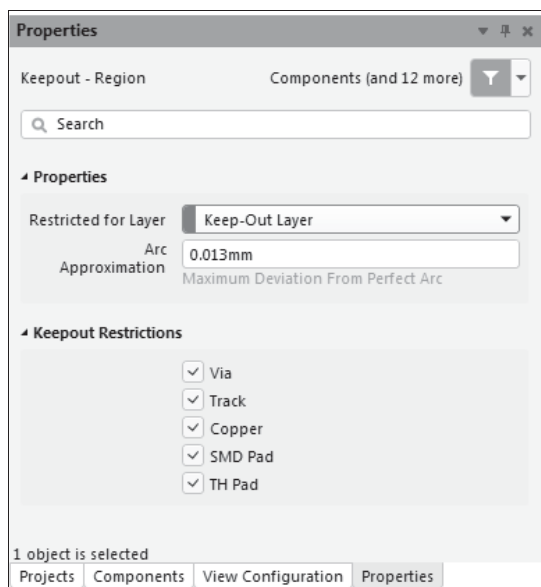

Рис. 3.25. Редактирование параметров барьера трассировки
3. Клавишей <Tab> активизировать «горячее» редактирование создаваемого контура и в полях панели **Properties** (рис. 3.25):